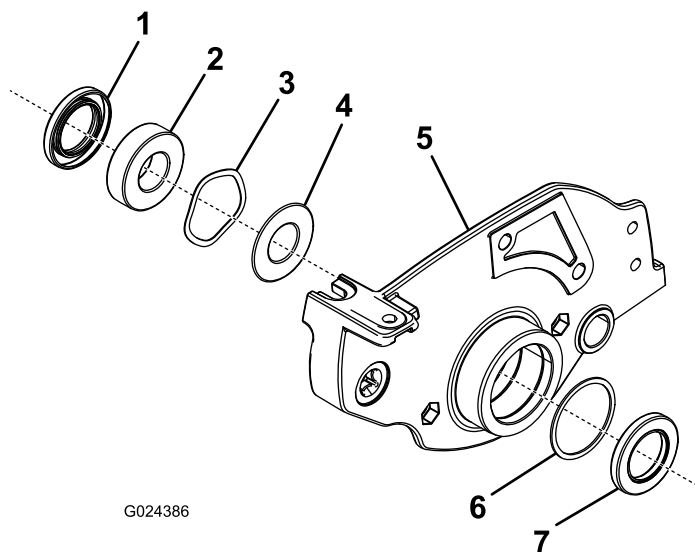

Figura 5
2. Instale o anel de retenção, anilha de encosto, anilhas onduladas e anéis de retenção nas caixas de rolamentos direitas ou placas laterais (Figura 5).